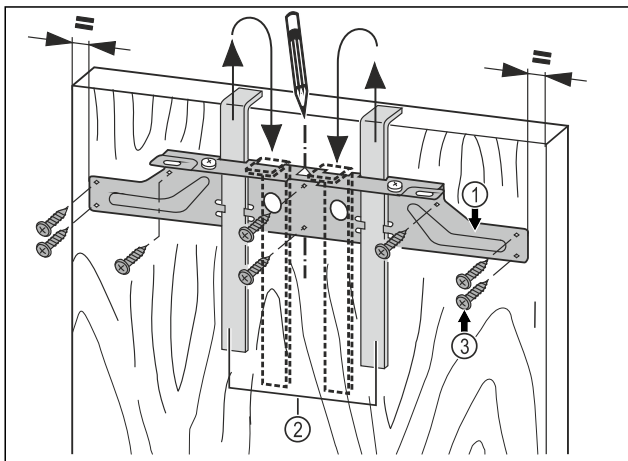

Fig. 19
- Objesite pričvrtnu poprečnu letvicu Fig. 19 (1) s pomoću montažnih pomagala Fig. 19 (2) na unutarnju stranu vrata namještaja.
- Poravnajte pričvrtnu poprečnu letvicu Fig. 19 (1) u sredini na vratima.
- Pričvrstite pričvrtnu poprečnu letvicu Fig. 19 (1) s pomoću najmanje 6 vijaka Fig. 19 (3).
- Pričvrstite pričvrtnu poprečnu letvicu Fig. 19 (1) s pomoću 4 vijaka Fig. 19 (3) na rubu.
- Izvucite montažna pomagala Fig. 19 (2) prema gore i utaknite ih okrenute u susjedne prihvatne otvore.